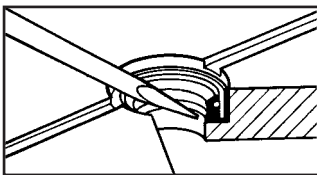

Figura 27
Paso 1: inserte la hoja del destornillador debajo del sello del eje y separe el sello de la carcasa teniendo cuidado de no dañar las paredes o la cara frontal de la trampa (**figura 27**).